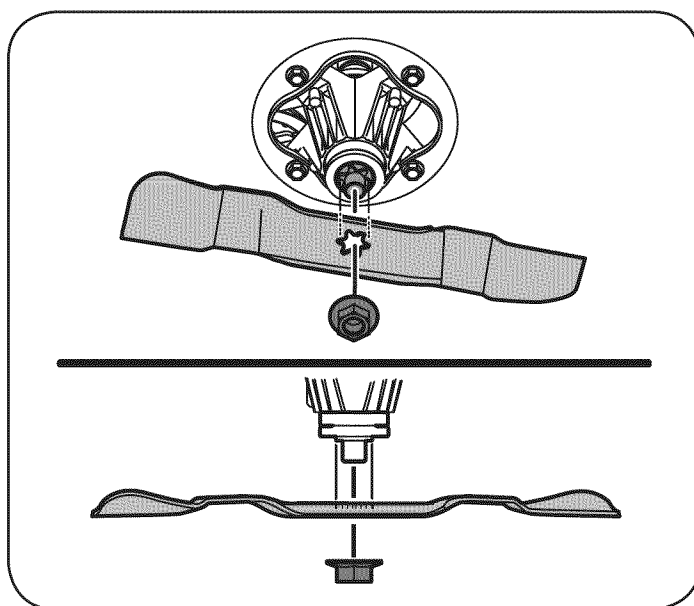

Figura 15
- Extraiga la tuerca de brida hexagonal que asegura las cuchillas al montaje del husillo. Vea la Figura 15.